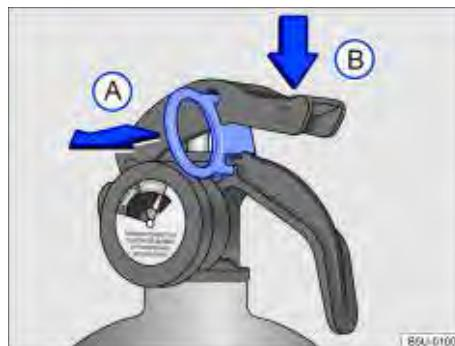

Fig. 151 Sequência de utilização do extintor de incêndio.
- Puxar a trava → Fig. 150 A ou → Fig. 151 A para romper o lacre.
- Apertar o gatilho → Fig. 150 B ou → Fig. 151 B espalhando o pó.